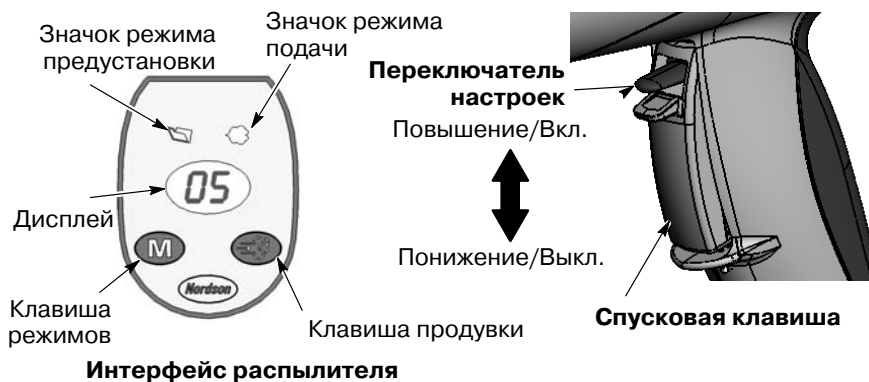

Рис. 3-2 Органы управления распылителем
1. См. рис. 3-2. Отпустить спусковую клавишу. Предустановки не могут переключаться, пока активизирован распылитель.
1. См. рис. 3-2. Нажимать клавишу **Режим**, пока не высветится значок **Режим подачи**.
1. См. рис. 3-2. Направить распылитель в камеру и отпустить спусковую клавишу.